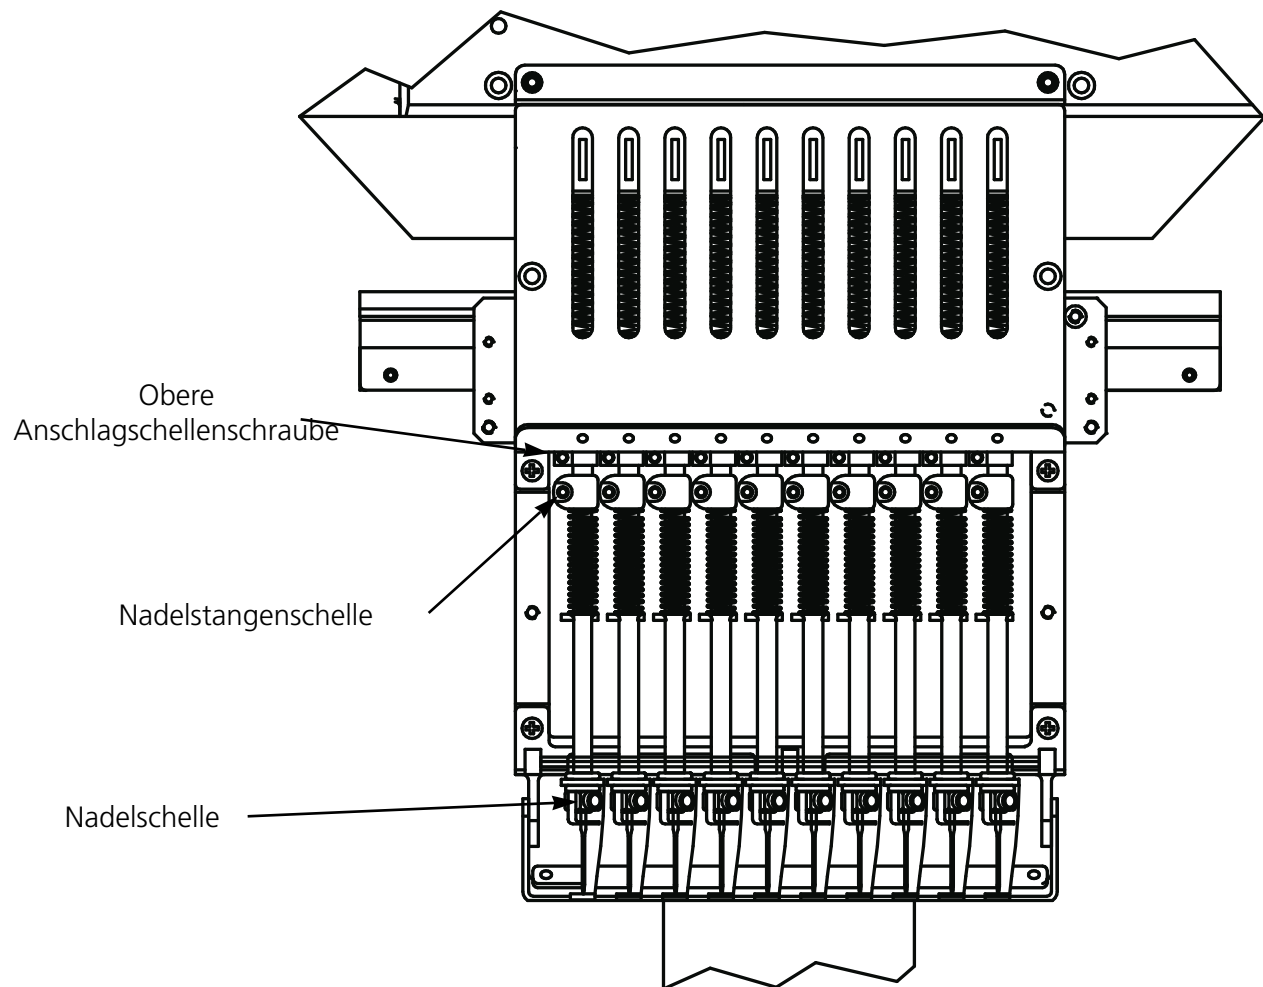

Abbildung 5-11
11. Die Nadelstange festhalten und die Klemmschraube der Nadelstange wieder anziehen (siehe Abb. 5-11)